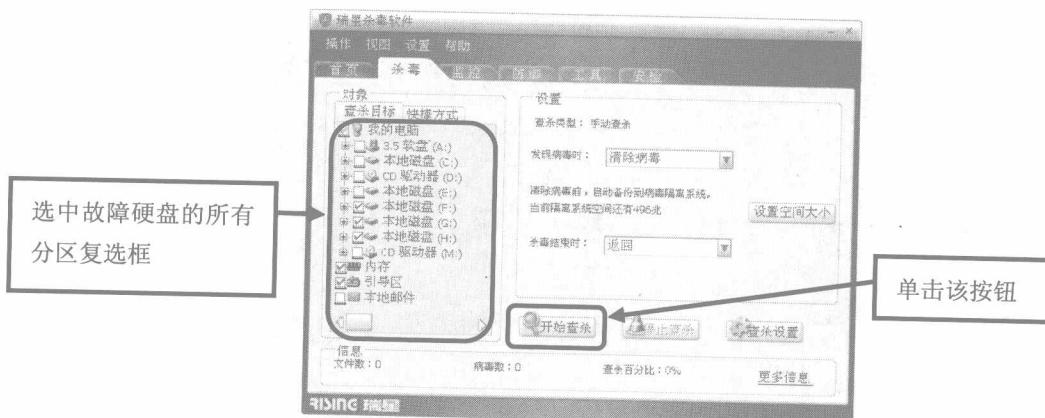
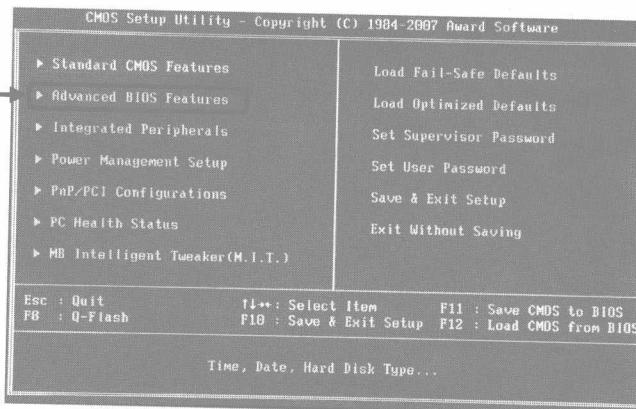

图 1-2
图 1-3
- ① 将故障硬盘挂接到其他电脑中，然后使用杀毒软件对故障硬盘的所有分区进行杀毒，这里使用瑞星杀毒软件杀毒。图 1-2 所示为瑞星杀毒软件的主界面，在【查杀目标】列表框中选中故障硬盘的所有分区复选框，然后单击 开始查杀 按钮即可对所选分区进行杀毒。
- ② 如果杀毒后故障依旧，则需重新安装操作系统。
- ③ 首先将系统安装盘插入光驱中，然后进入 BIOS 程序设置系统从光盘启动。重新启动电脑，在未进入系统之前按下【Del】键进入如图 1-3 所示的 BIOS 设置主界面，然后按下【↓】键选择【Advanced BIOS Features】选项，接着按下【Enter】键。